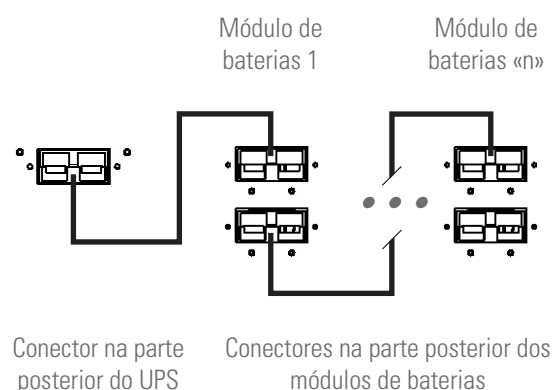

Fig. 18. Exemplo de ligação entre UPS com módulos de baterias, mediante conectores.
- A ligação do UPS com o módulo de baterias deve ser realizada mediante o tubo de cabos fornecido, conectando em primeiro lugar uma das extremidades aos terminais ou conector do UPS e a outra aos terminais ou conector do módulo de baterias. Consulte o exemplo na Fig. 18.